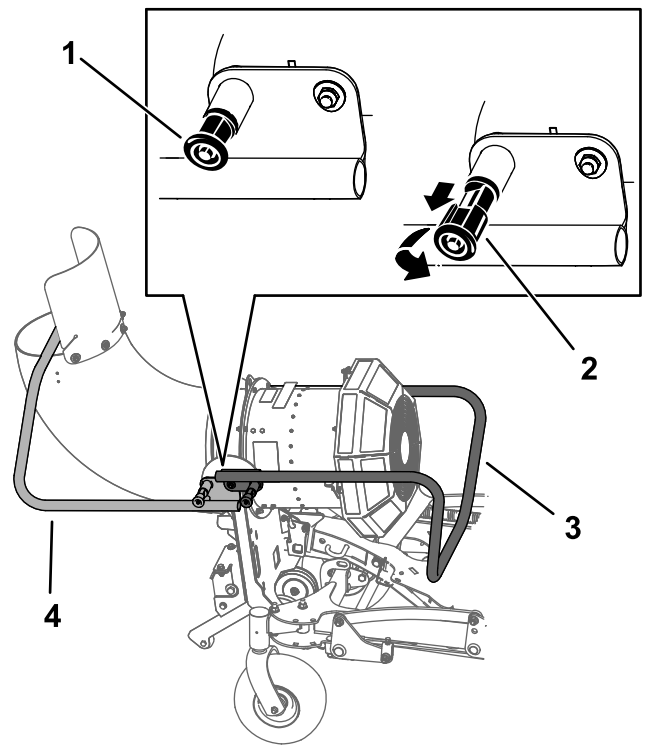

Figura 21
3. Tire de los pasadores de bloqueo del caballete en ambos lados de la máquina, gírelos 90 grados de manera que queden desbloqueados y eleve el caballete (Figura 21). Coloque los pomos y asegúrese de que los pasadores encajen en su sitio.